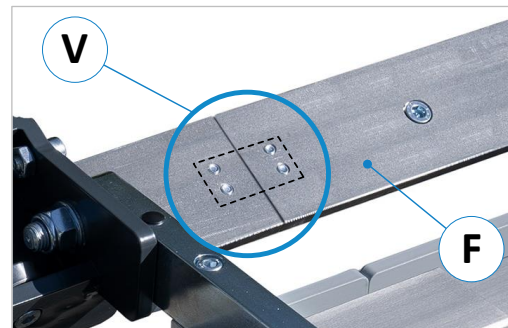

Abbildung 8: Flachstahl bei BK/F und E/KF
Die geneigt montierten Führungsfachstähle (F) der Rollenbahn mit der angeschraubten Verbindungslasche (V) von der Rückseite aus fest miteinander verschrauben (siehe ⇒ Abbildung 8). Beim Anbringen der Verbindungslasche (V) ist darauf zu achten, dass die Flachstähle exakt bündig zueinander fluchten → Der Luftspalt zwischen den Flachstählen sollte so gering wie möglich sein.